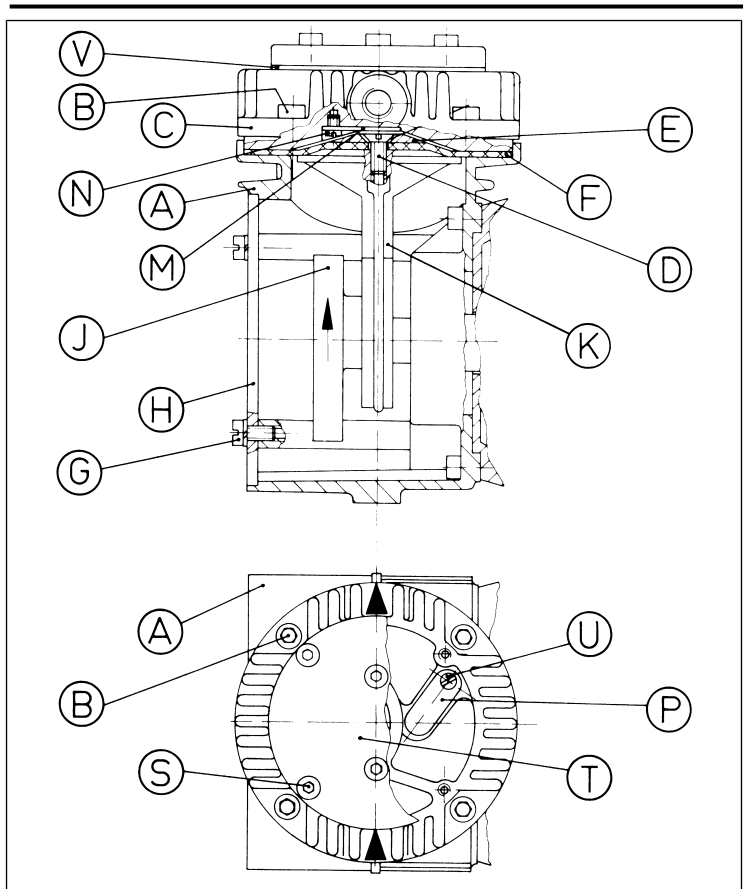

Fig.5: Piezas de la bomba
\*\*Según Fig. 5
Tab.20: Piezas de recambio según Fig. 5
Membrana y válvula sustituidas.	<ul style="list-style-type: none"> <li>→ Comprobar la estanqueidad de las mangueras.</li> <li>→ Apretar en caso necesario los tornillos (B) o (S) (ver Fig. 5) con cuidado en diagonal.</li> </ul>